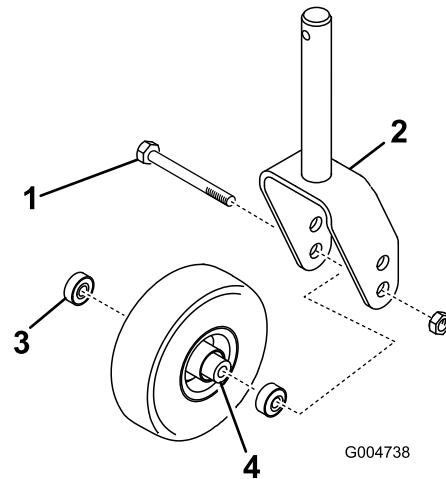
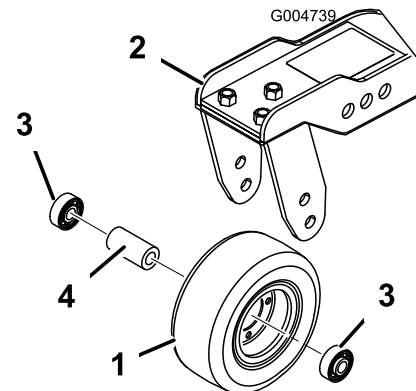

Figura 113
Figura 114
1. Retire la contratuerca del perno que sujeta el conjunto de la rueda giratoria entre la horquilla (Figura 113) o al brazo de pivote (Figura 114).
2. Retire el cojinete de la rueda y deje que se caiga el suplemento del cojinete (Figura 113 y Figura 114).